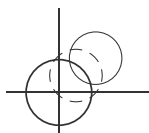

Abb. 7
c) Eliminieren Sie die Hälfte des Fehlers mit den Fußschrauben an der Dosenlibelle (Abb.7).
d) Eliminieren Sie die andere Hälfte des Fehlers mit den Justierschrauben (Abb.7).